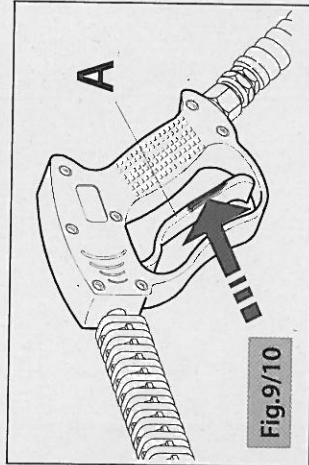

Fig.9/10
- Impugnare la lancia e premere sulla leva A come da fig.9